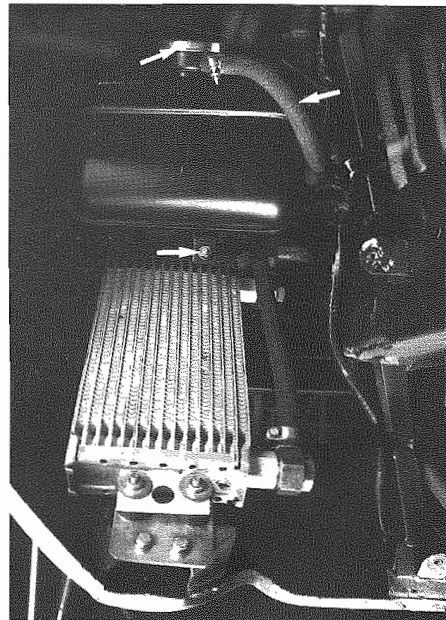

Fig. 14 - Serbatoio di compensazione vettura tipo USA
- Smontare i tubi di raccordo e di tracimazione ed i dadi di fissaggio ed estrarre il serbatoio (Fig. 14).
- Disassemble the overflow and connecting tubes and the fixing nuts then take out the tank (Fig. 14).